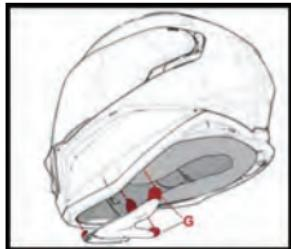

Bild 11
Befestigen Sie den Kunststoffrahmen (G) zwischen der Schale und den Wangenpolstern (Abb. 11)